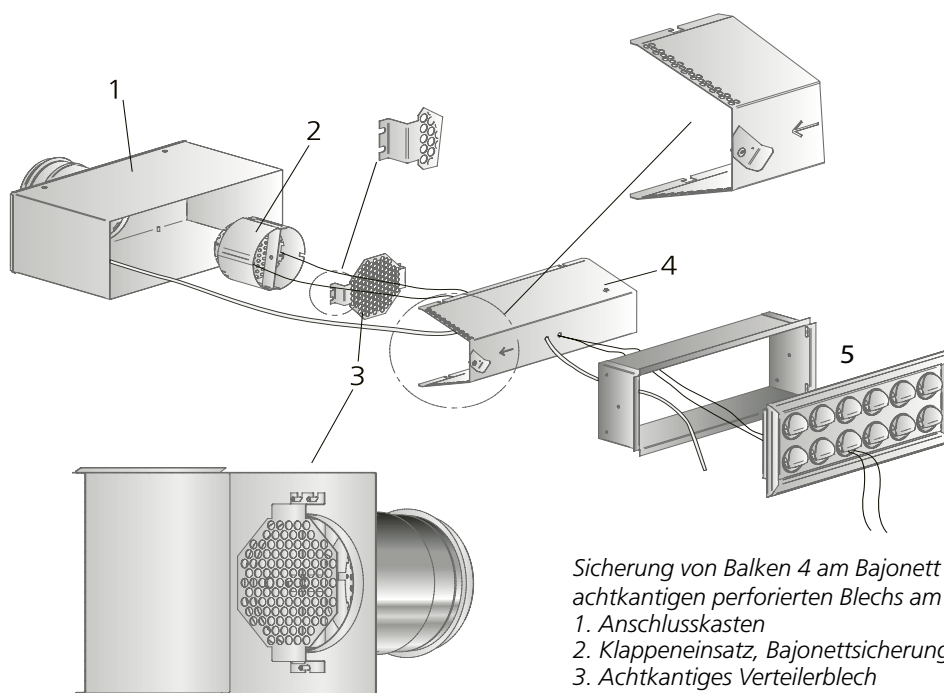

Abb. 1. Montage.
Siehe Abb. 1.
4. Montage und Demontage der zugehörigen Teile geht aus Abb. 1 hervor.